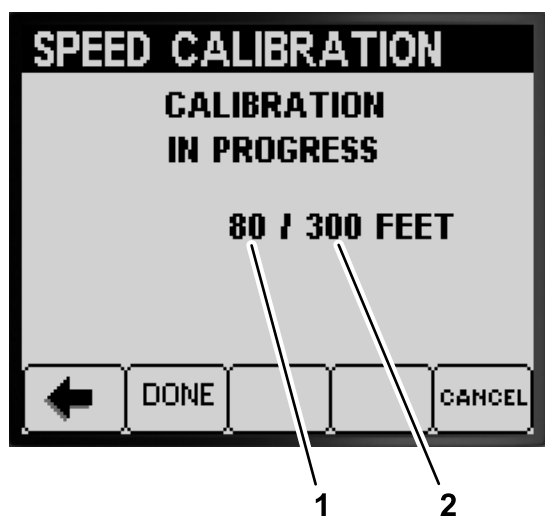

Рисунок 67
4. Нажмите кнопку 2 (DONE [Выполнено]), когда переднее колесо машины будет на финишной линии (Рисунок 67).